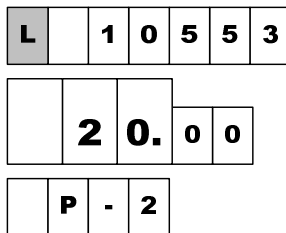

Рисунок 2
- отображение значений суммарного счетчика рукава в строке указателя стоимости с мигающим символом "L" в старшем разряде. В строке цены за литр отображается порядковый номер рукава и символы "P-" (рисунок 2).